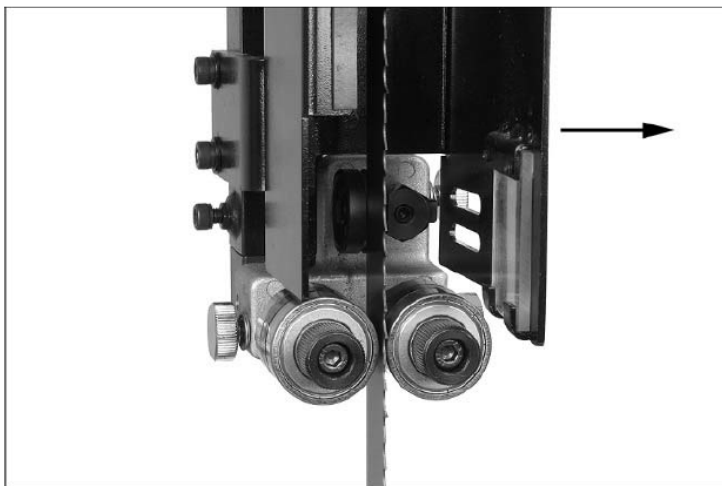

Рисунок 7-6
## УСТАНОВКА/ЗАМЕНА ПИЛЬНОГО ПОЛОТНА (См. рис. 7-6, 7-7 и 7-8.)
6. Откиньте крышку направляющей стойки в сторону (рис. 7-6).